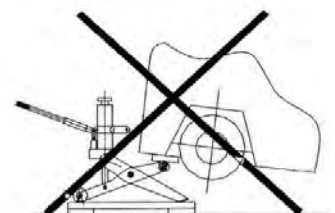

Рисунок 7.
- Не используйте какие-либо «временные опоры» под домкратом и/или на подъемной площадке. Домкрат должен всегда оставаться в контакте с полом, а подъемная площадка и/или зубчатая накладка всегда соприкасаться с погрузчиком (см рисунок 7). Держите руки, ноги и другие части тела подальше от ножниц подъемного механизма.